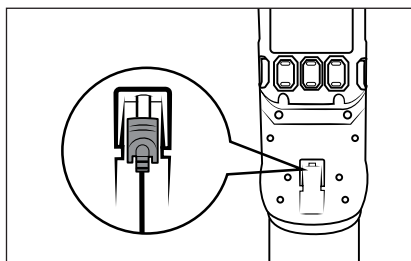

Fig. 8
- La aspiradora también puede cargarse directamente a través del adaptador de red **9**. Para ello, extraiga el conector coaxial **10** del soporte mural **17** con un leve giro e insértelo en la conexión de carga **2** del aparato (consulte la fig. 8).